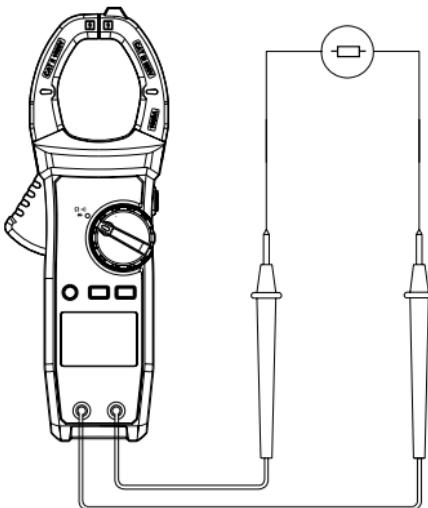

Рис.7. Проверка целостности
- 2) Установите переключатель на $\text{•} \parallel$) и подсоедините щупы тестовых проводов к проверяемому элементу цепи (см. рис. 7). При значении сопротивления элемента цепи $< 30\text{ Ом}$, цепь считается целостной, будет звучать непрерывный звуковой сигнал. Если сопротивление между контактами превышает 50 Ом , звукового сигнала нет, что говорит об обрыве.